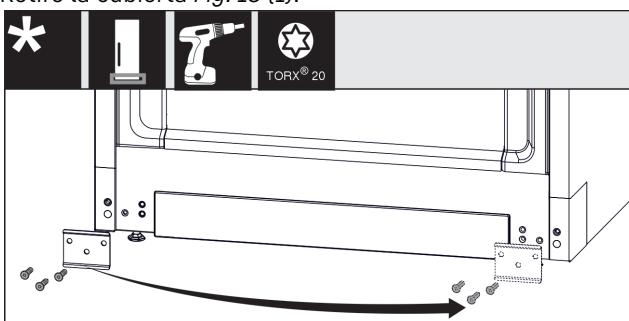

Fig. 19
- Desatornille la placa Fig. 19 (1), muévala hacia el otro lado y vuelva a atornillarla.